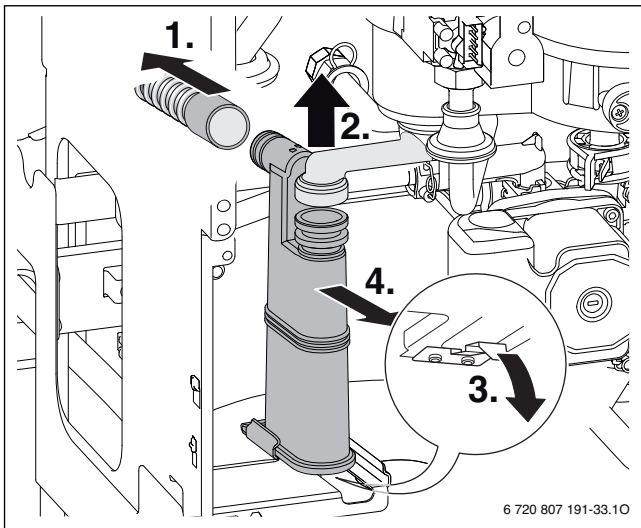

Bild 98
- ▶ Kondensatsiphon ausbauen (→ Bild 98) und geeignetes Gefäß unterstellen.